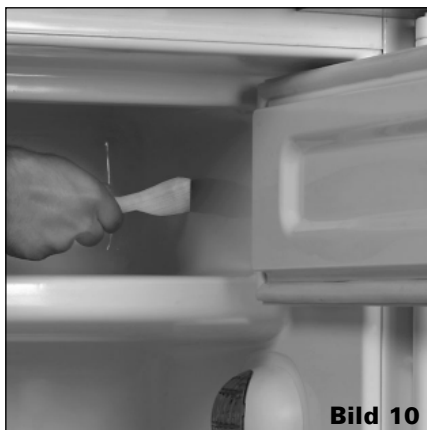

Bild 10
- Nach ca. einer halben Stunde läßt sich der Reifbelag unter Verwendung einer Kunststoff- oder Holzspachtel von den glatten Wänden leicht entfernen (Bild 10). **Bemerkung! Die Spachtel gehört nicht zur Geräteabrüstung.**